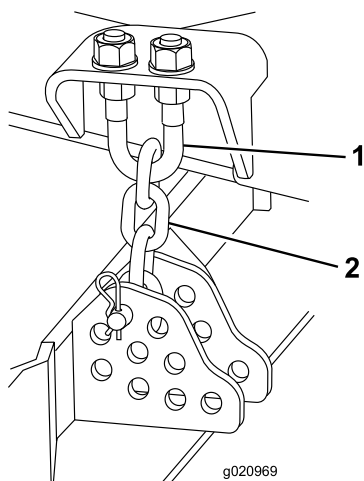

Figura 78
1. Afloje las contratueras de la parte superior o inferior del perno en U de la cadena de altura de corte (Figura 78).